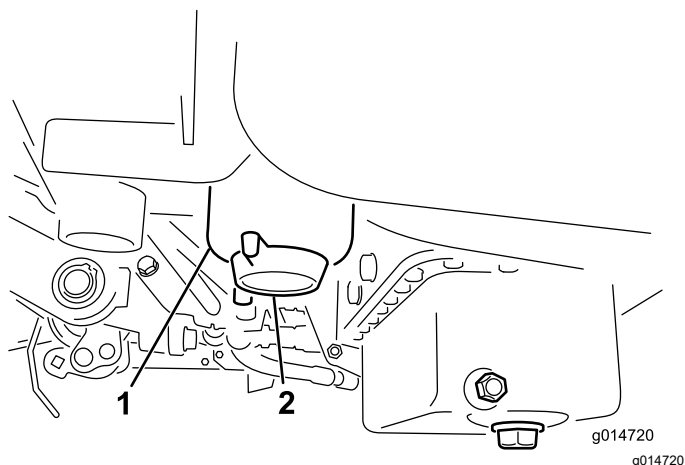

Bild 38
3. Öffnen Sie den Ablassschraube am Kraftstofffilter um ungefähr eine Umdrehung und lassen angesammeltes Wasser ablaufen (Bild 38).